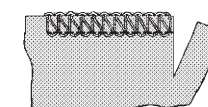

Fig. 2
Bitte beachten Sie: Wenn Sie gleichzeitig versäubern und abschneiden, schneiden Sie den Stoff ca. 3 cm entlang der neuen Nählinie mit einer Schere ein (Fig. 2), bevor Sie das Material drehen.
NOTE: When overlocking and trimming at the same time, cut the fabric along the new stitching line for about 3 cm, before turning the fabric. Fig. 2.
2. Führen Sie den Faden (je nach Näharbeit, siehe Fig. 2 und 3) durch das vordere oder das hintere Loch im Nähfuß, und legen Sie den Faden nach hinten unter den Nähfuß zurück.
2. Insert the cord through either the front or rear hole (according to the operation, see diagrams Figures 2 and 3), in the presser foot and pass it under and to the rear of the foot.
FOR JOINING SHOULDERS OR SLEEVES, pass the cord through the front hole, ensuring that it is fixed between the left and right needle threads as it is guided through the front hole. (Fig. 2).